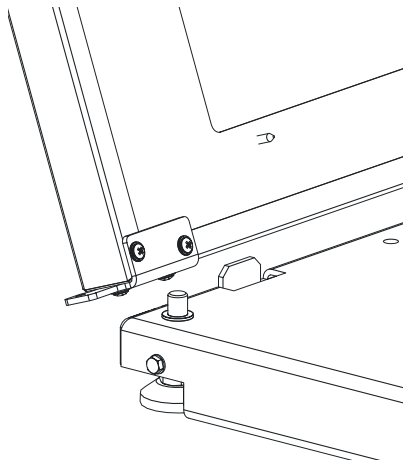
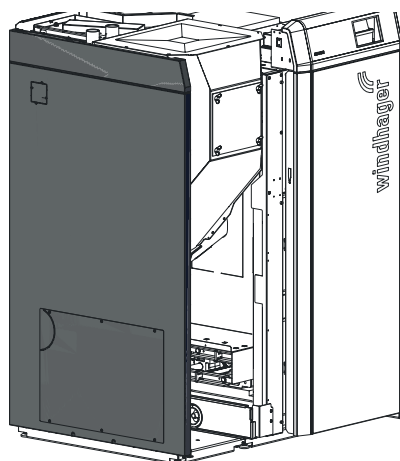
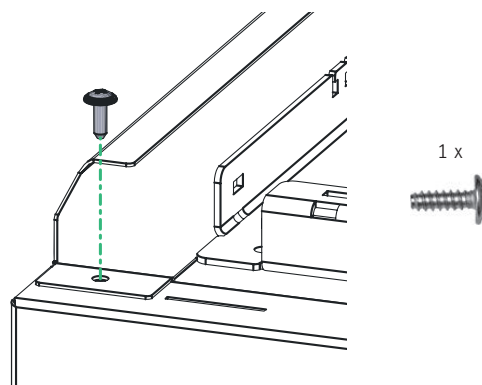

Fig. 82 Agganciare la parete laterale sinistra
Fig. 83 Agganciare la parete laterale sinistra
Fig. 84 Avvitare la parete laterale in alto con 1 vite autofilettante
- Posizionare la parete laterale sinistra in basso sulla base nella sagomatura (Fig. 82, Fig. 83) e avvitarla in alto alla parete posteriore con 1 vite autofilettante – Fig. 84.